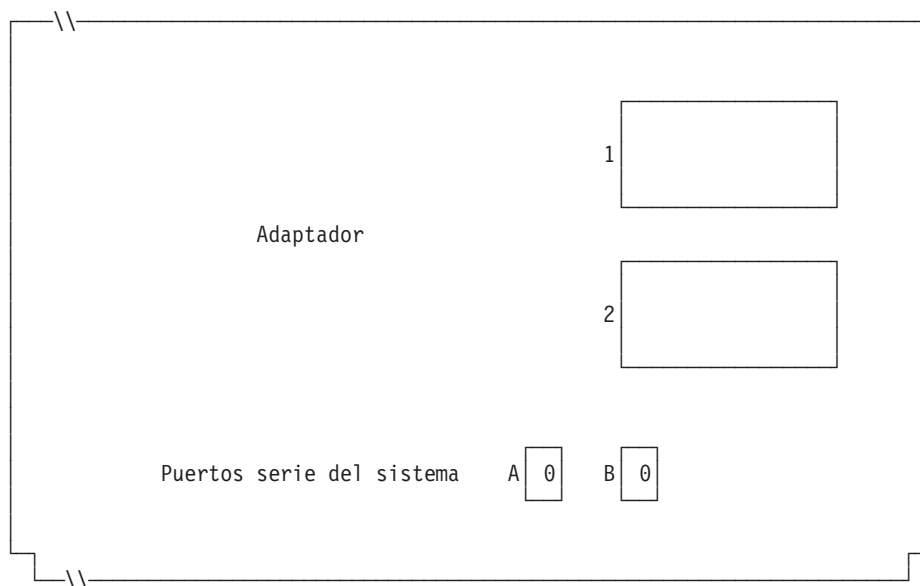

Figura 98. Lado derecho de la parte posterior del Controlador/Terminal IBM 4694-2x4 o 4694-245
6. Si las aplicaciones de terminal utilizan el puerto asíncrono, anote el número de puerto en la Figura 98. Especifique un 0 para los puertos no utilizados por el terminal. Los números de puerto válidos son 1, 2, 3, 4.